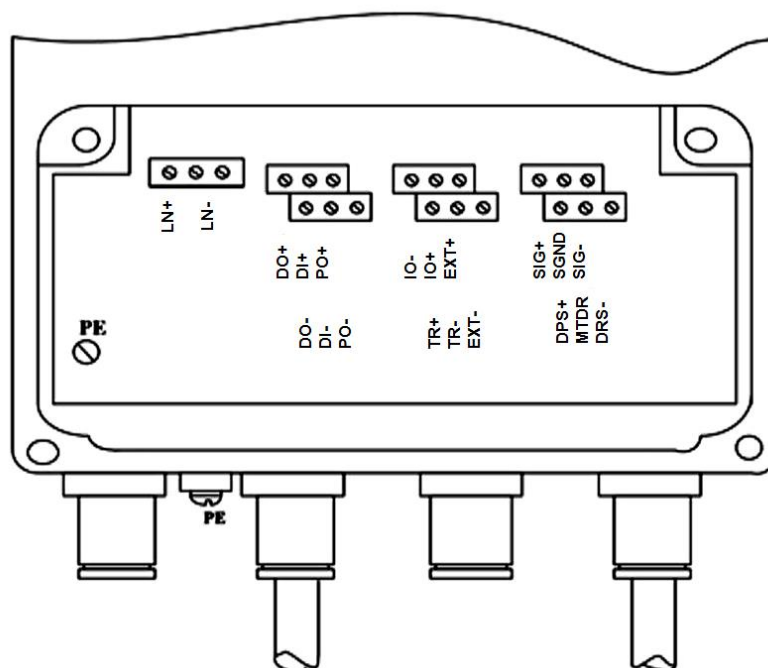

Рис.5. Клеммная панель расходомера отдельного исполнения
3.7.4. Клеммная панель расходомера раздельного исполнения приведена на рис.5.